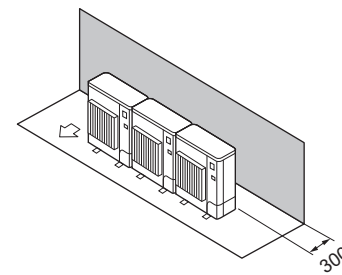

Fig. 2-13
- (1) Hindringer kun bak (Fig. 2-13)